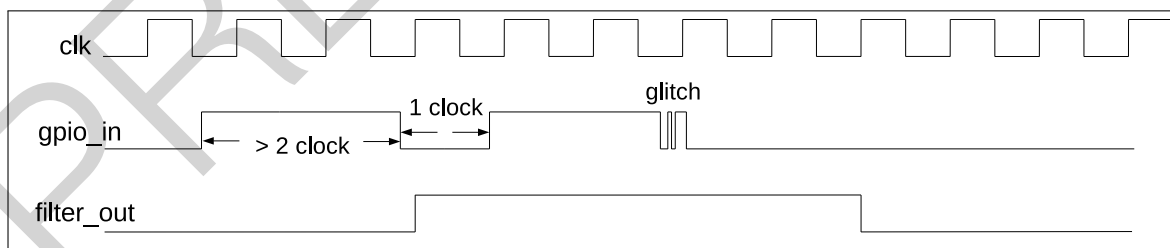

图 2-4. GPIO 输入信号滤波时序图
2. 可选：置位 `IO_MUX_FILTER_EN` 使能 GPIO 管脚的输入信号滤波功能，如图 2-4 所示。只有当输入信号的有效宽度大于两个 APB 时钟周期时，输入信号才会被采样。否则，输入信号将会被滤掉。